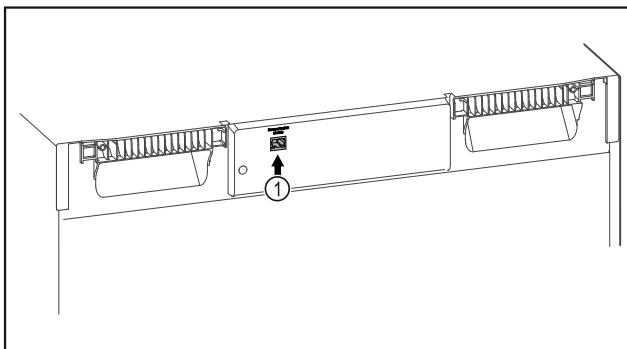

Fig. 94
- SmartModule Fig. 94 (1) ir ievietots.